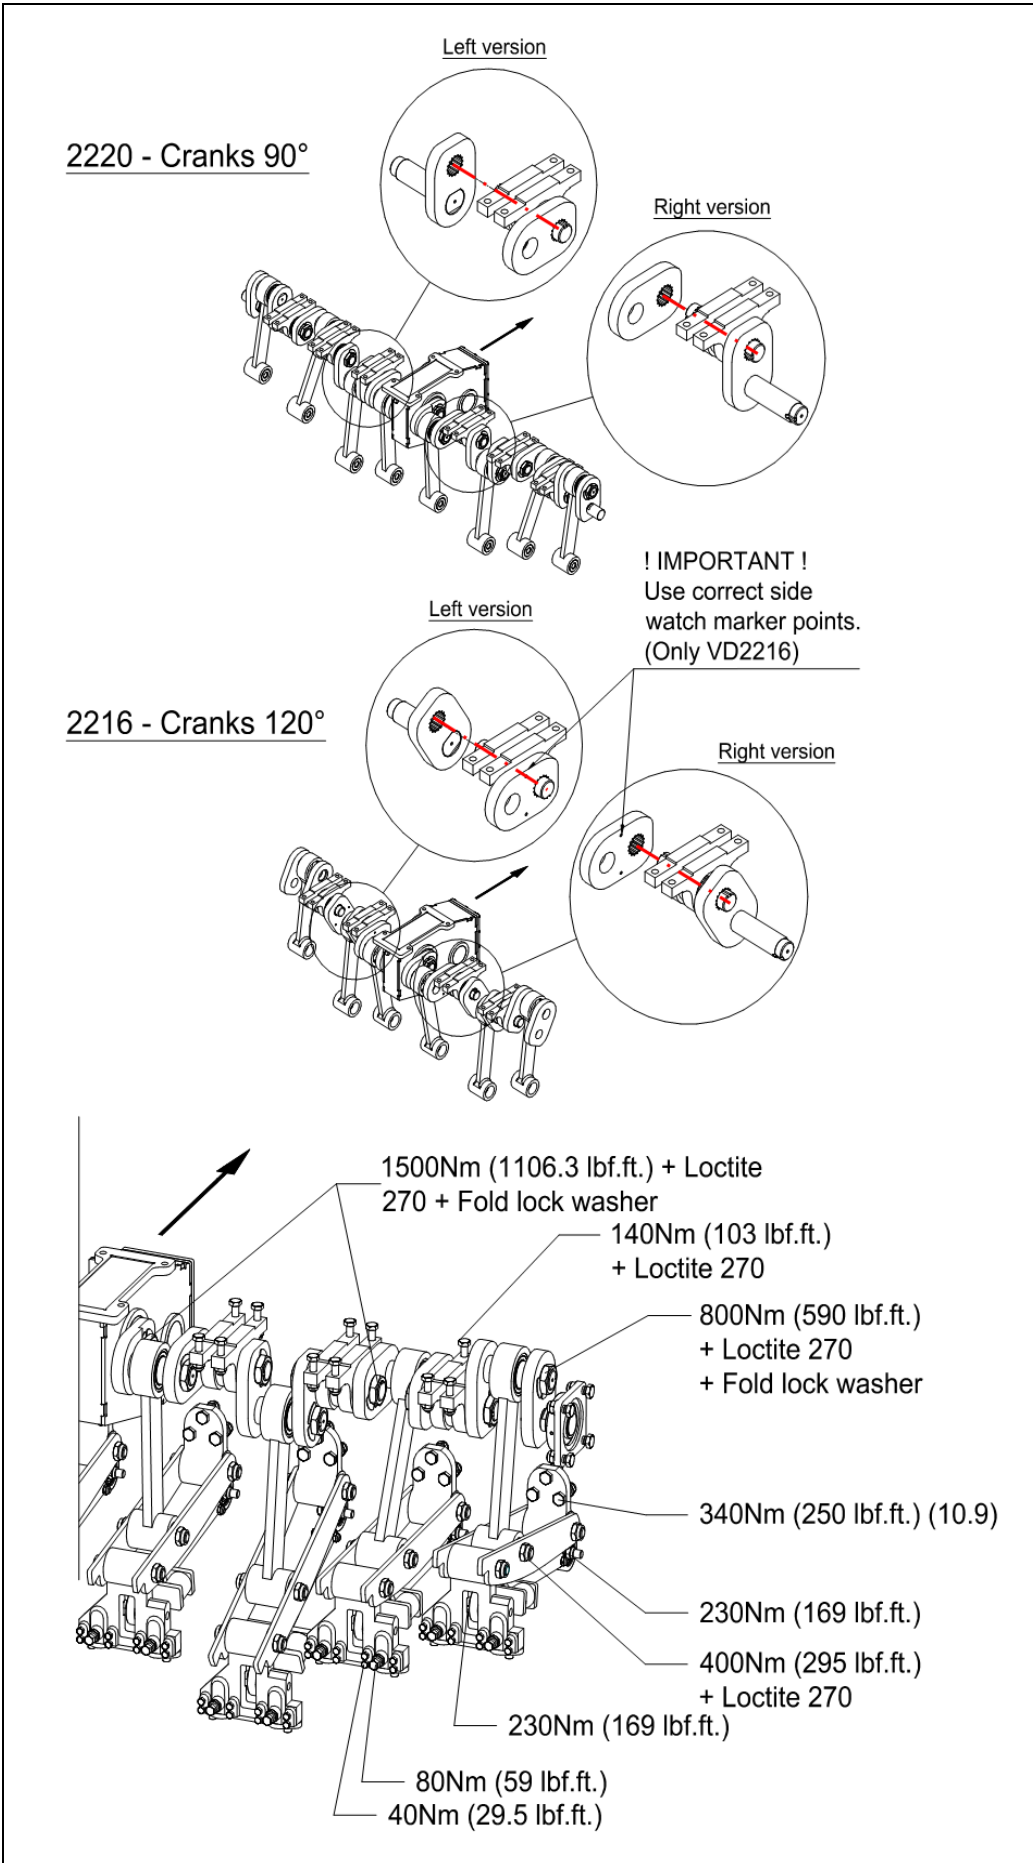

Fig.15
2. Tirare leggermente indietro il dado Big-End (13), fino a sbloccare completamente l'elemento (12).
3. Rimuovere biella (14) del perno (15) per rimuovere.
5. Rimuovere il dado (16), piastra di chiusura (17) e l'elemento a leva (18) del riduttore.
6. Togliere l'anello a tenuta (19) con un cacciavite.
9. Pulire l'elemento della manovella (20) e chiudere le scanalature con silicone.
10. Montare la manovella nella posizione corretta (fig.15).
12. Montare una nuova piastra di fissaggio (17) e il dado (16). Per il dado usare Loctite.
Nella fig. 15 vengono indicate le coppie di serraggio dei bulloni/dadi principali. Assicurarsi che i bulloni e i dadi per cui non vengono date le impostazioni siano stati serrati nello stesso modo dei dadi e bulloni equivalenti. Se i dadi e i bulloni si allentano, si può usare Loctite per fissarli.